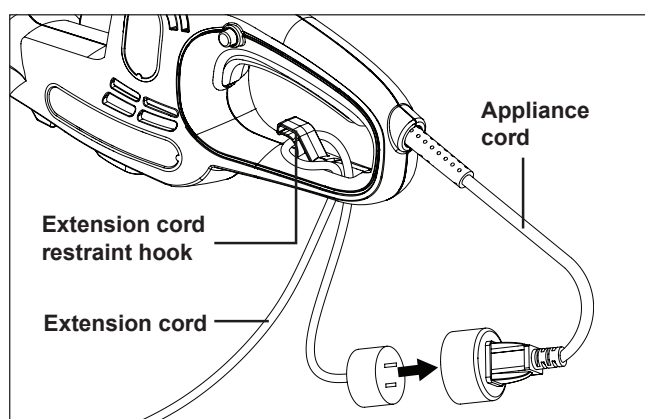

Fig. 1
2. Faites une boucle à la rallonge, faites-la passer par le trou de la poignée de bas en haut, puis accrochez-la au crochet, et pour finir branchez la fiche de l'appareil sur la prise de la rallonge (Fig. 1).